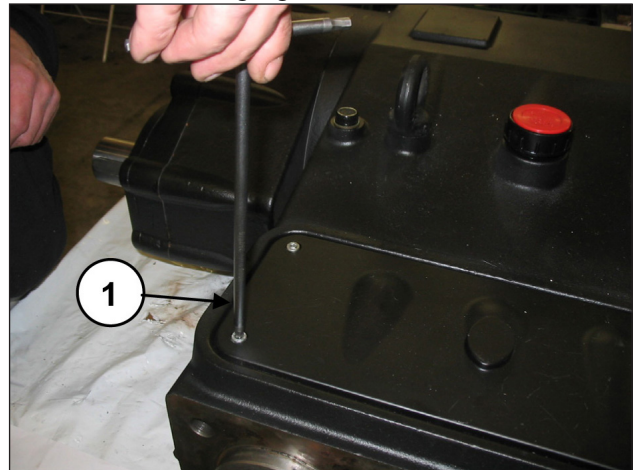

Abb. 152
Demontieren Sie den oberen Inspektionsdeckel durch Abdrehen der 4 Befestigungsschrauben (Pos. ①, Abb. 152).